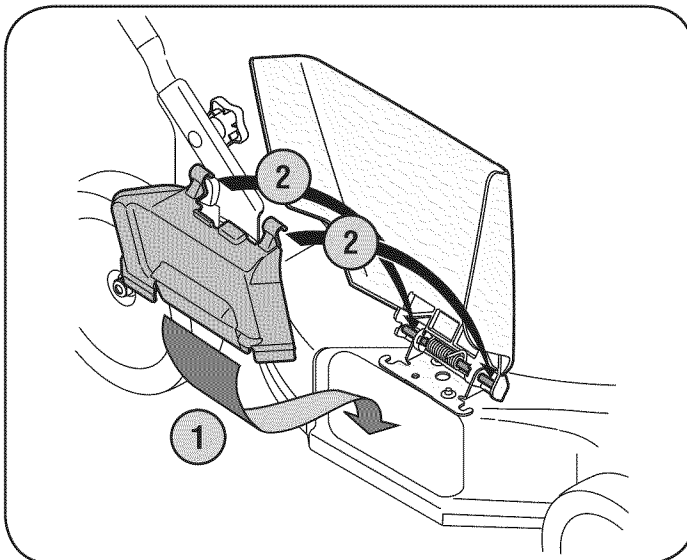

Figura 6
1. Levante y sostenga el deflector del lado de la descarga e inserte el labio inferior de la tolva de abono dentro de la apertura del canal. Vea la Figura 6.